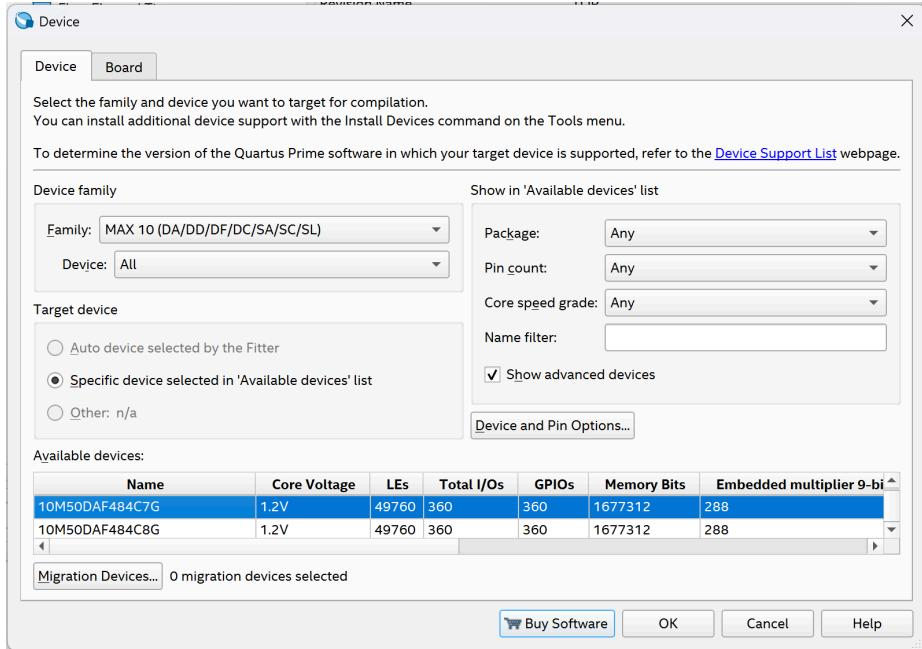

図 1.38: Quartus Prime のデバイス選択
- **デバイス選択:** メニュー **Assignments → Device** を選択して表示される画面を図 1.38 に示します。この中で **10M50DAF484C7G** を選択します。